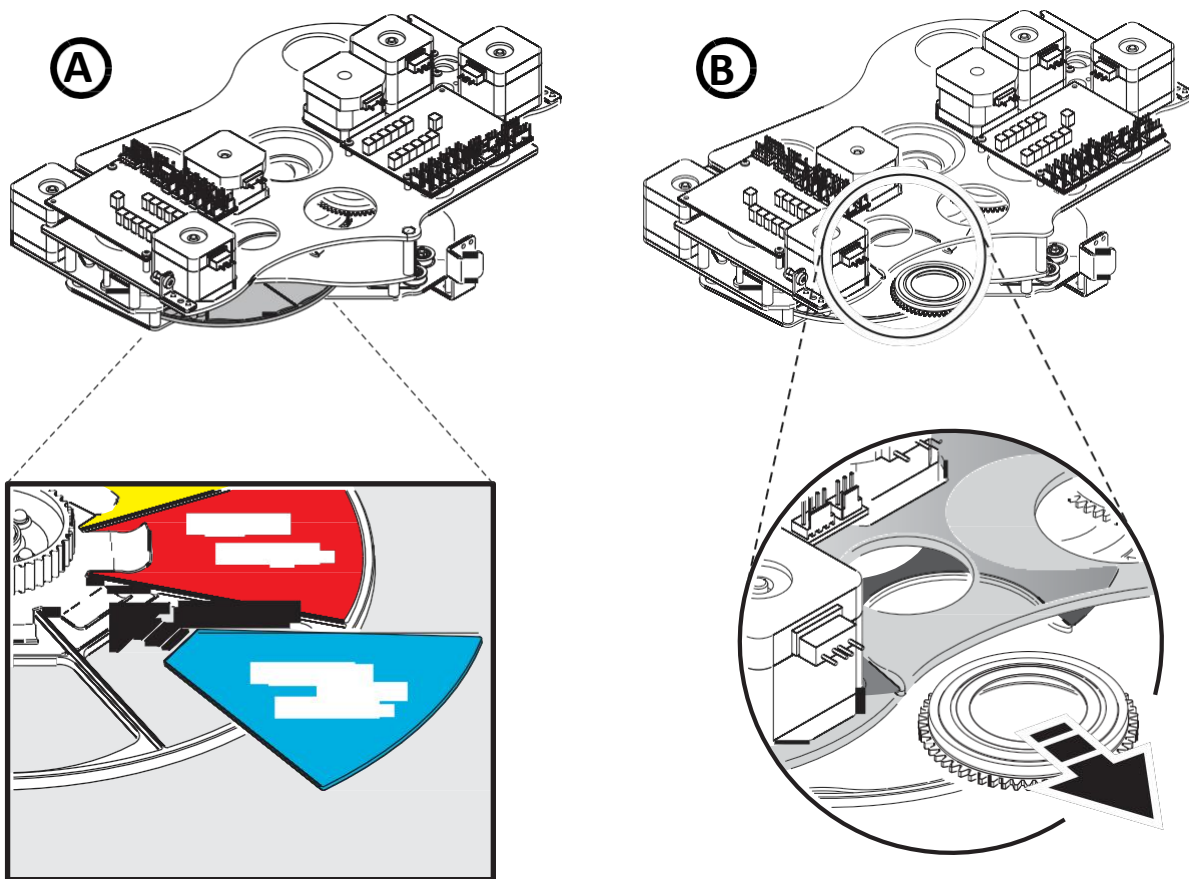

Рисунок 21. Замена светофильтра и гобо
8. Убедитесь, что держатель гобо направлен прямо вверх (см. рисунок 21), а затем задвиньте край держателя гобо под оба зажима и защелкните держатель гобо обратно в положение на колесе гобо. Если необходимо, слегка нажмите на зажимы с колеса маленькой отверткой или аналогичным инструментом.